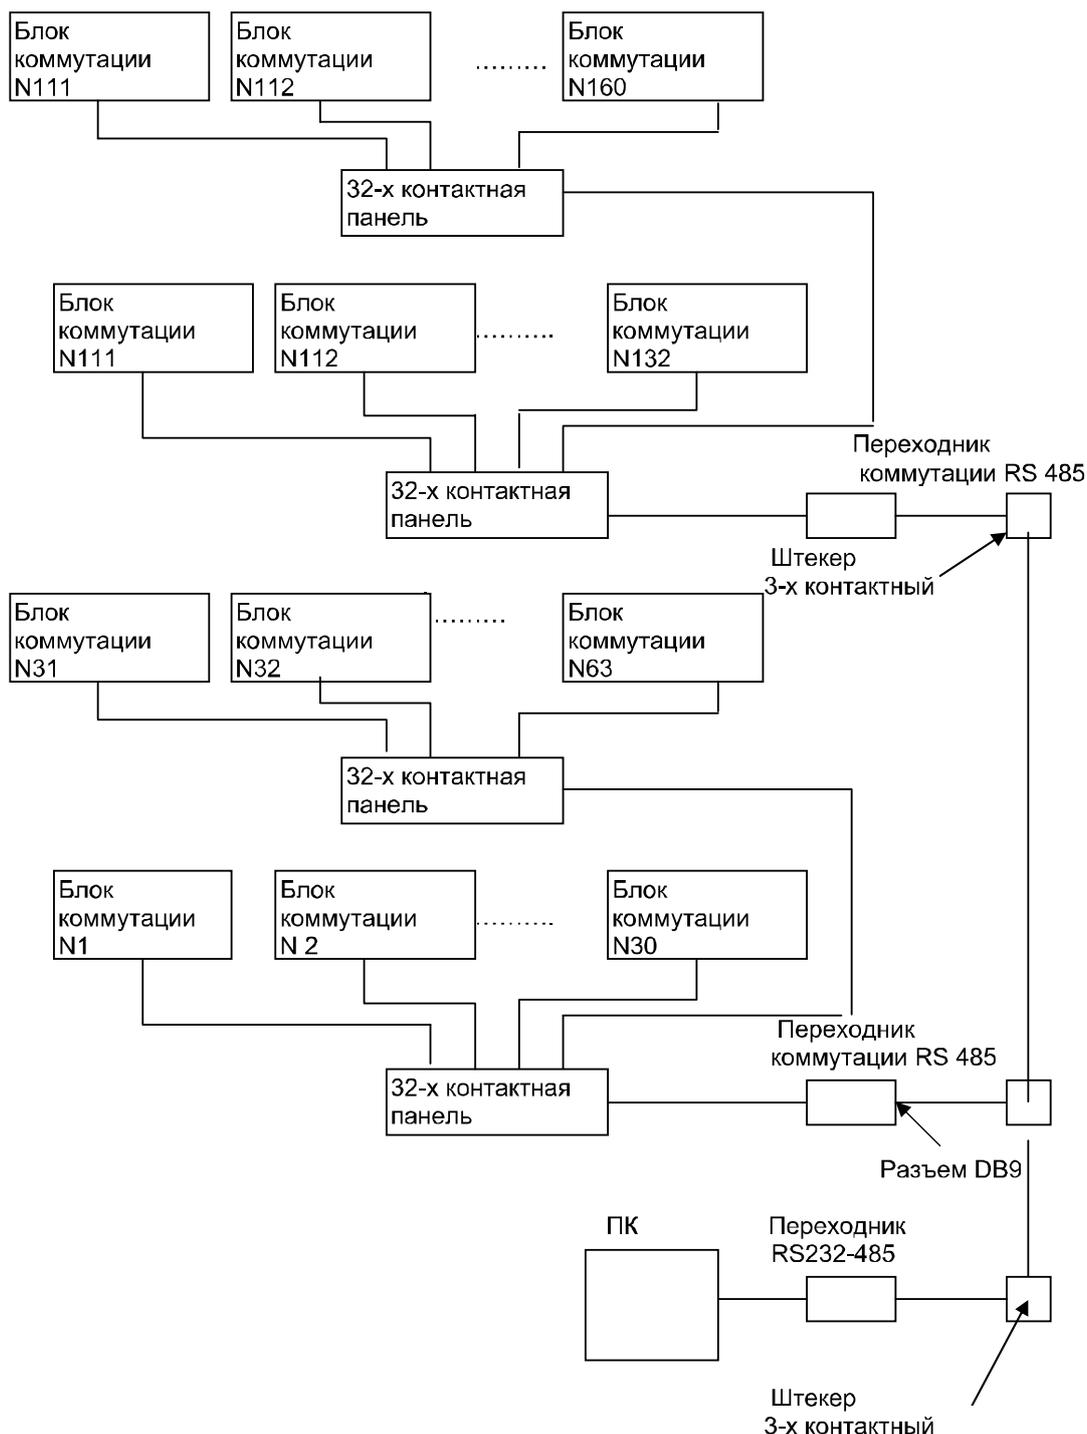

Рис.10.3 -Схема управления при подключении к персональному компьютеру
- При управлении с компьютера возможно подключение до 160 мультizonальных систем. При этом необходимо использовать переходники RS232/RS485 и RS485 (см. схему рис.10.3)
Схема коммутации системы при управлении с персонального компьютера в соответствии с рис.10.3